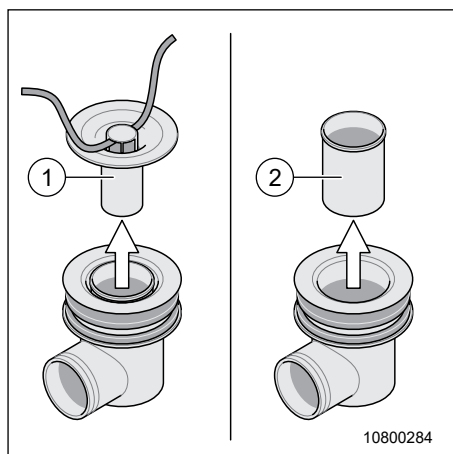

Fig. 131 Siphon du receveur de douche
1. Enfiler une cordelette dans le bouchon (Fig. 131, pos. 1).
3. Tirer le gobelet (Fig. 131, pos. 2) vers le haut et l'enlever.